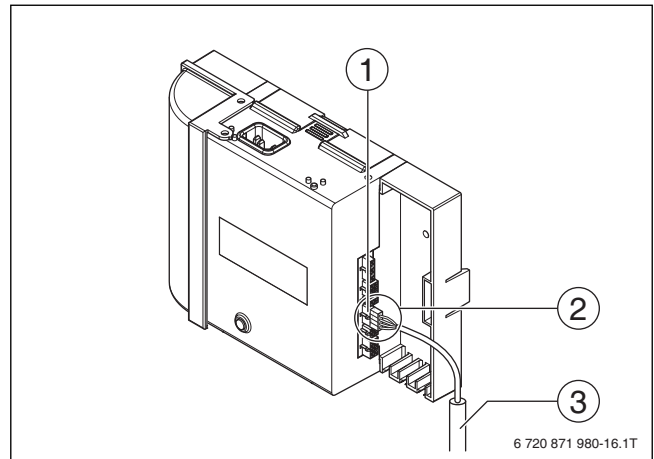

Рис. 52 Демонтаж кабеля ионизации от автомата управления горелкой
- ▶ Отсоедините контрольный кабель ионизации (желтый для природного газа, зеленый для сжиженного газа) (→ Рис. 52, [3]) от автомата управления горелкой, для этого нажмите на язычок (→ Рис. 52, [1]) коннектора (→ Рис. 52, [2]) и потяните.